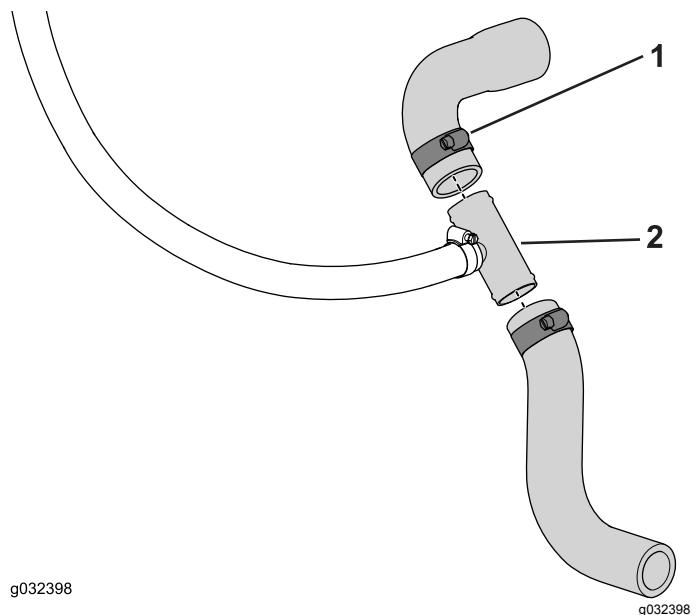

Figura 11
3. Coloque los extremos cortados en el acoplamiento en T y sujetelos con abrazaderas (3/4" a 1 1/2"), según se muestra en Figura 11.